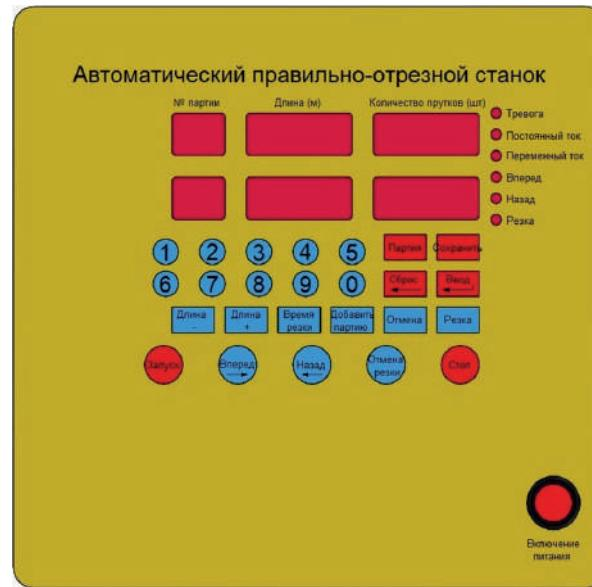

Рис. 5. Панель управления станка
- отрегулируйте обкатные ролики правильной рамы под диаметр обрабатываемой арматуры. Для этого ослабьте контргайки и прижмите ролики, как показано на рис. 5, после чего затяните контргайки;